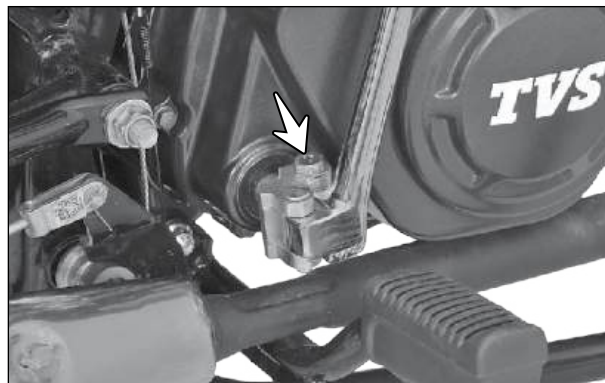

Fig. 2.5
- Remova o parafuso de fixação (M8x35) (seta) do conjunto do pedal de partida e remova o conjunto do pedal de partida. (Fig. 2.5)